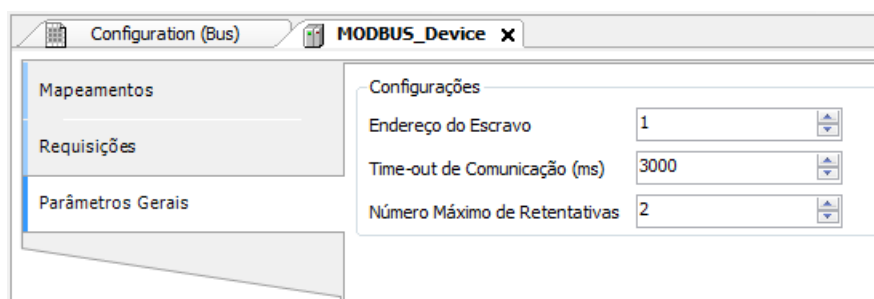

Figura 71: Tela de Configurações dos Parâmetros Gerais do Dispositivo
- Adicionar e configurar dispositivos através da aba Parâmetros Gerais, definindo endereço do escravo, time-out de comunicação e número de tentativas de comunicação como pode ser visto na Figura 71.